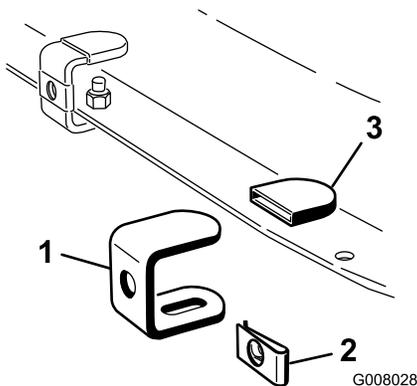

Bild 5
1. Montieren Sie fünf Halterungen wie in (Bild 5) gezeigt mit Hilfe von fünf Gummikappen, Blechmuttern und Halterungen.